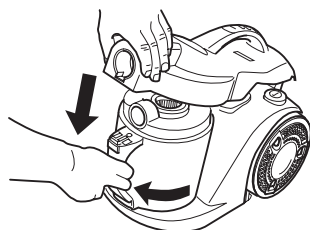

Abb. 27
15. Setzen Sie den Staubbehälter wieder in den Bodensaugauger ein und drehen Sie ihn nach links (Abb. 27).
16. Schließen Sie den Gehäusedeckel (Abb. 27). Die Entriegelungstasten müssen hörbar einrasten. Prüfen Sie den Gehäusedeckel auf festen Sitz.